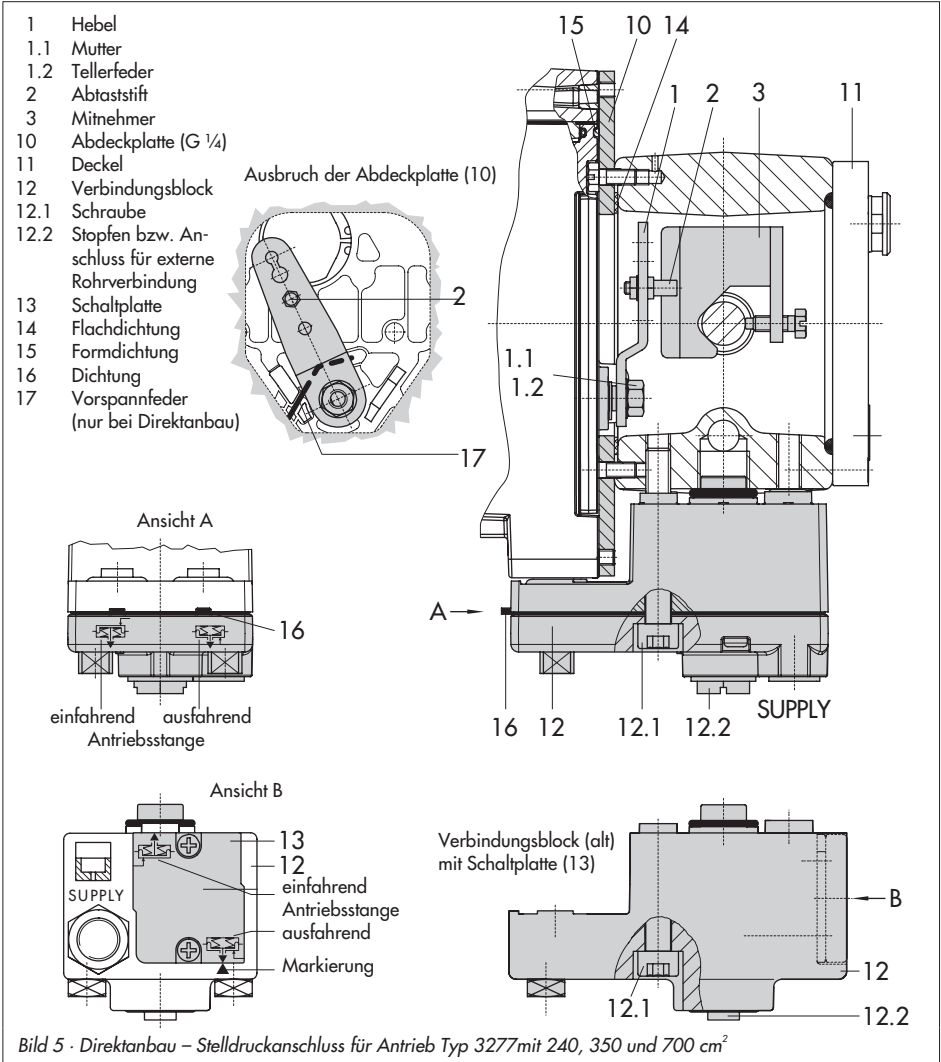

Bild 5 · Direktanbau – Stelldruckanschluss für Antrieb Typ 3277 mit 240, 350 und 700 cm2
1. Mitnehmer (3) an die Antriebsstange setzen, ausrichten und so festschrauben, dass die Befestigungsschraube in der Nut der Antriebsstange sitzt.
2. Abdeckplatte (10) mit schmaler Seite des Ausbruchs (Bild 5 links) in Richtung zum Stelldruckanschluss befestigen, die aufgeklebte Flachdichtung (14) muss zum Antriebsjoch zeigen.
3. Bei Antrieben mit 700 cm2 am Hebel **M** (1) auf der Stellungsreglerrückseite den Abtaststift (2) aus Stiftposition **35** lösen und in die Bohrung für Stiftposition **50** umsetzen und verschrauben. Bei den Antrieben 240 und 350 cm2 mit 15 mm Hub verbleibt der Abtaststift (2) auf Stiftposition **35**.
4. Formdichtung (15) in die Nut des Stellungsreglergehäuses einlegen, dabei die vier Haltenippel über die Gehäuse-schrauben und die beiden Klemmnippel in die Gehäuseaussparungen eindrücken.
5. Vorspannfeder (17) unter den Hebel (1) durch den Steg führen und in die Gehäusebohrung einstecken, Hebel (1) bis zum Einrasten gegen den Anschlag drücken. Stellungsregler an der Abdeckplatte (10) aufsetzen und mit seinen drei Befestigungsschrauben festschrauben. Kontrollieren, ob der Abtaststift (2) auf der Oberseite des Mitnehmers (3) liegt. Der Hebel (1) muss mit Federkraft auf dem Mitnehmer aufliegen.
Beim alten Verbindungsblock (Bild 5 unten) muss die Schaltplatte (13) so gedreht werden, dass das entsprechende Antriebssymbol zur Pfeilmarkierung ausgerichtet ist.
7. Verbindungsblock (12) mit seinen Dichtungen an Stellungsregler und Antriebsjoch ansetzen und mit Befestigungsschraube (12.1) festziehen. Bei Antrieb „Antriebsstange einfahrend“ zusätzlich den Stopfen (12.2) entfernen und die externe Stelldruckleitung montieren.
8. Deckel (11) auf der Gegenseite montieren. Dabei unbedingt darauf achten, dass im eingebauten Zustand des Stellventiles der Entlüftungstopfen nach hinten zeigt, damit evtl. angesammeltes Kondenswasser abfließen kann.